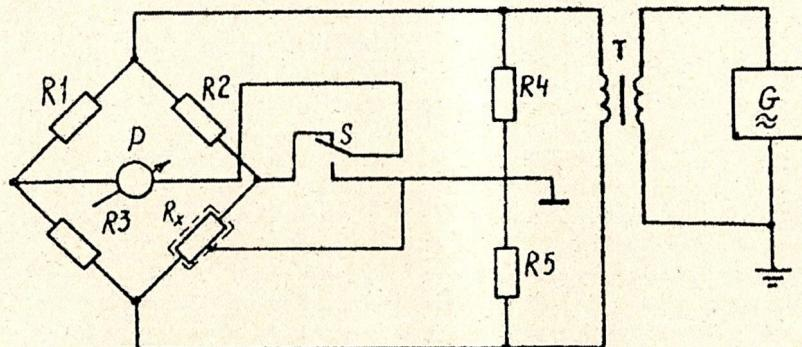

Рис.1. Схема трехзажимного включения магазина ПрофКиП Р40101:
4.1.2.7. При трехзажимном включении отдельных декад с подачей защитного потенциала на экран (экран подключен к защитной ветви измерительной схемы, например, как указано на рис.1), постоянные времена включенных сопротивлений не превышают значений, определенных по формуле (1):